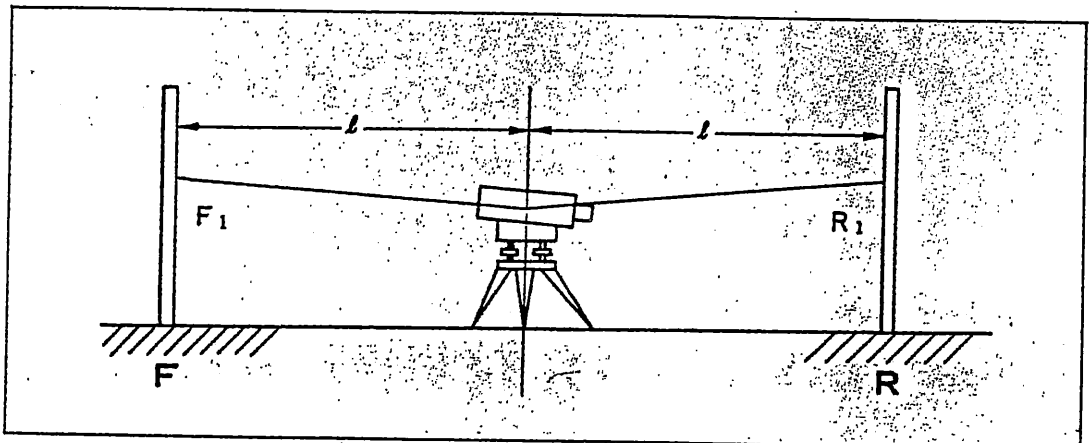

図12
- ① 約70~100m離して2本の標尺を向かい合せに立て、その中央に本機を三脚上に据え、円形気泡管の気泡が中央に来るように整置します。
- ② 望遠鏡をそれぞれの標尺に向けて視準し、前後の標尺の視準する点を読み取ります。この読みを $F_1$ および $R_1$ とします。(図12)